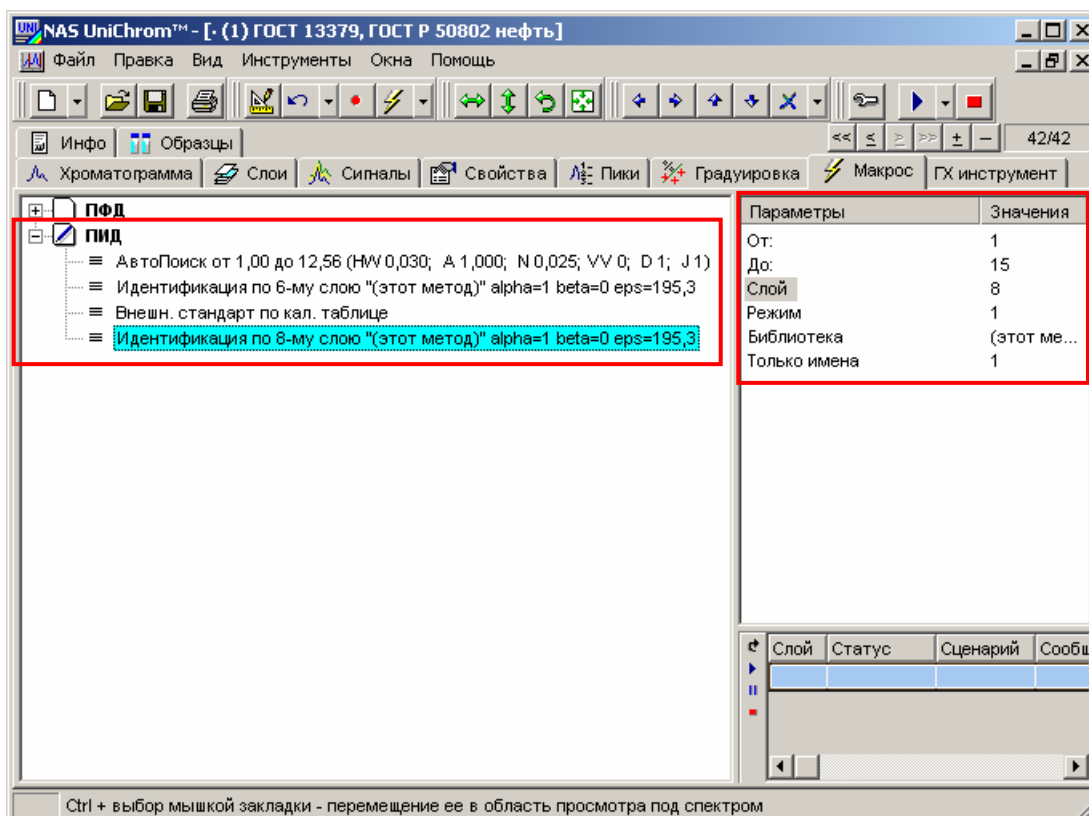

Рис. 48. Идентификация пиков ПИД для отчёта.
- Идентификация пиков для отчёта с параметрами, указанными в таблице 13 (см. Рис. 48)